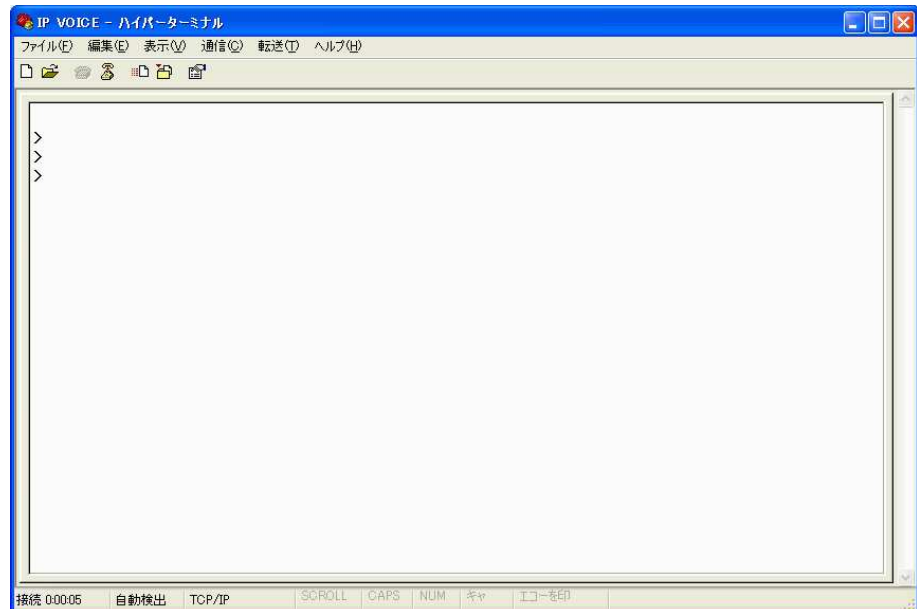

図 9.4
- e) 接続が完了すると、図 9.4 の通り、「>」(プロンプト)が表示されます。表示されない場合は、リターンキーを数回押してください。